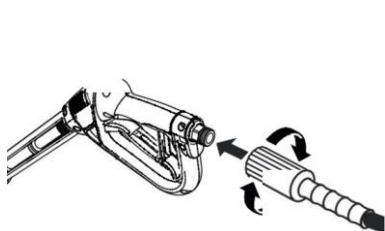

Fig. 10a
- Fixez l'autre extrémité du tuyau au pistolet en le tournant dans le sens des aiguilles d'une montre ou en utilisant la fonction de connexion rapide, selon le modèle reçu. Reportez-vous aux figures 10a et 10b pour les illustrations.